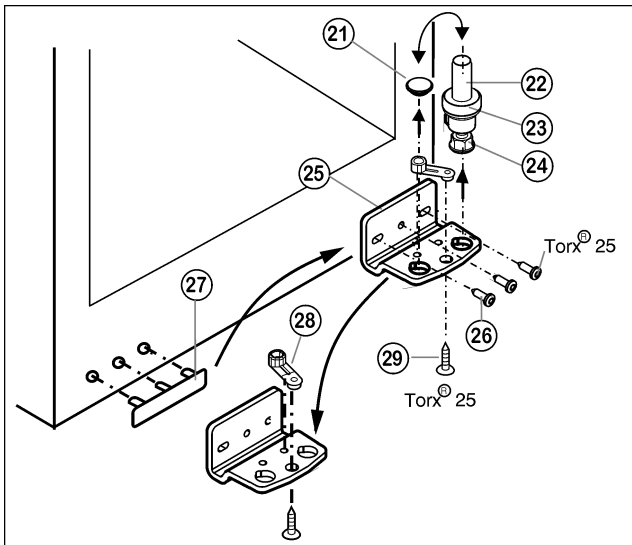

Fig. 5
- ▶ Lagerbout Fig. 5 (22) compleet met schijfje Fig. 5 (23) en stelpootje Fig. 5 (24) naar boven eruit trekken.
- ▶ Stop Fig. 5 (21) eraf halen.
- ▶ Lagerbus Fig. 5 (25) losschroeven Fig. 5 (26).
- ▶ Lagerdeel Fig. 5 (28) losschroeven Fig. 5 (29) en in het tegenoverliggende opnamegat van de lagerbus omzetten en weer vastschroeven.
- ▶ Afdekking aan de greepzijde Fig. 5 (27) voorzichtig optillen en op de tegenoverliggende zijde plaatsen.
- ▶ Lagerbus Fig. 5 (25) aan de nieuwe scharnierzijde evt. met behulp van een accuschroevendraaier weer **goed (met 4 Nm)** vastschroeven.
- ▶ Stop Fig. 5 (21) weer in het andere gat plaatsen.
- ▶ Lagerbout Fig. 5 (22) compleet met schijfje en stelpootje weer aanbrengen. Er daarbij op letten, dat de sluitnok naar achter wijst.